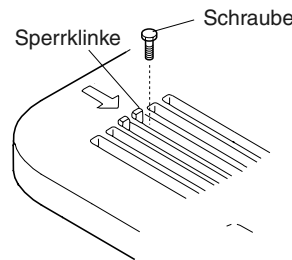

Abb. 9-25b
- a) Die beiden Schrauben an der Verriegelung des Lufteinlassgitters herausdrehen. (Abb. 9-25b)